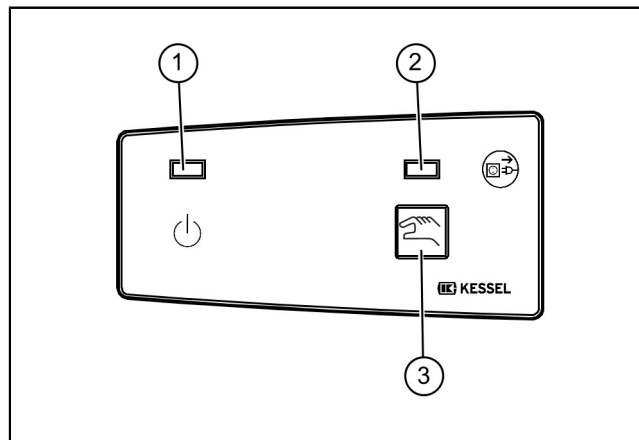

Fig. 8: Aperçu des affichages
Si un état déclenche une alarme, la diode d'alarme (2) s'allume tout comme éventuellement l'une des autres diodes. Après avoir éliminé la cause de l'alarme, il est possible d'acquiescer l'alarme en appuyant sur la touche (5) (cf. "Fig. 8: Aperçu des affichages", page 63).